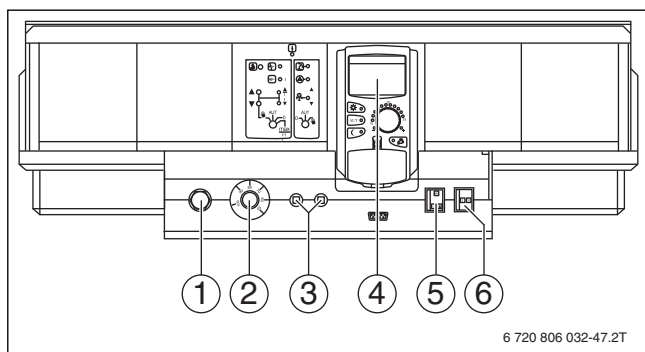

Рис. 3 Система управления, здесь Logamatic 4321
Включите котёл пусковым выключателем на системе управления (рис. 3: Logamatic 4321). При включении системы управления запустите горелку в автоматическом режиме. Затем горелка может стартовать от системы управления.
Выключите котёл пусковым выключателем на системе управления (например, Logamatic 4321, → рис. 3, стр. 7). При выключении системы управления горелка выключается автоматически.
- ▶ Установите пусковой выключатель (→ рис. 3, [2]) в положение „0“ (ВЫКЛ).